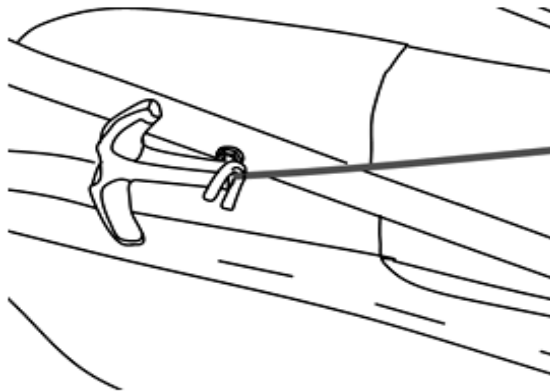

Abb. 14
- 3) Für die Zeit des Betriebs legen Sie das Starterseil in die Seilführung an der rechten Seite des oberen Griffes (Abb. 14).